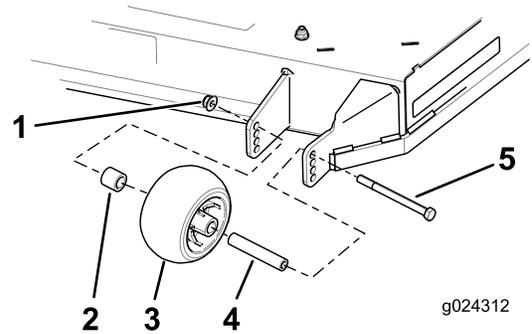

Figura 25
- Alinee el perno y el rodillo protector del césped con el taladro del soporte que corresponde a la posición de altura de corte más próxima (Figura 25).
- Introduzca el perno en el taladro del soporte y sujete el perno y el rodillo protector del césped con la tuerca con arandela prensada (Figura 25).
- Retire la tuerca con arandela prensada, el rodillo protector de césped y el perno del soporte (Figura 25).